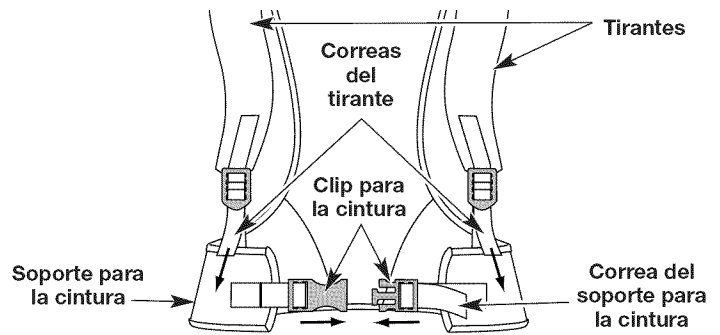

Fig. 13
2. Coloque un extremo del clip para la cintura en el otro extremo hasta que quede sujeto en su sitio (Fig. 13).
3. Hale las correas del tirante hacia abajo para apretarlo (Fig. 13). Hale las correas del soporte para la cintura hacia la izquierda para apretarlo (Fig. 13).